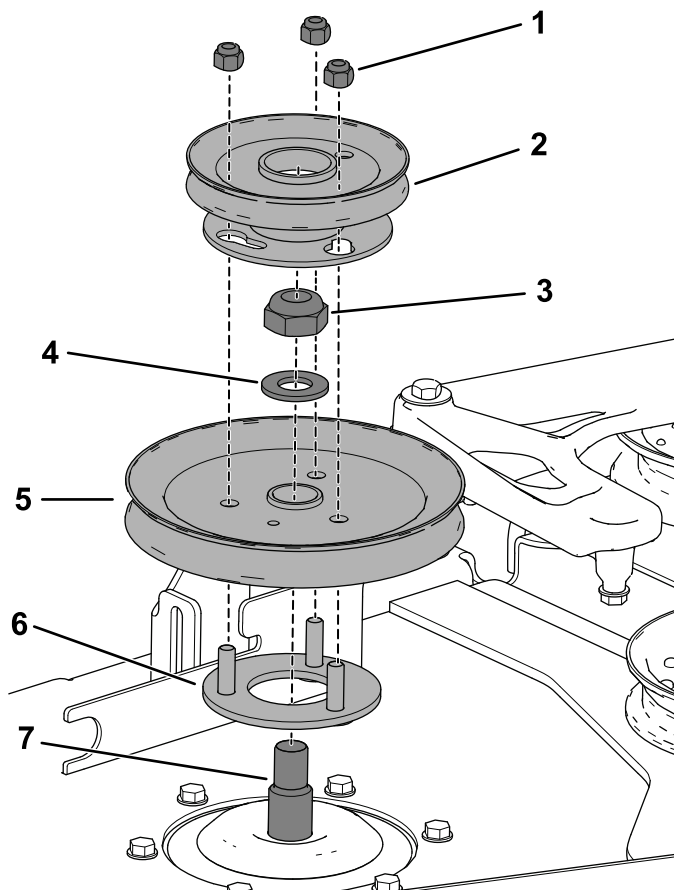

Figure 29
- A. Insérez les goujons filetés du support de poulie dans les trous de la poulie de plateau (Figure 29).
- B. Fixez la poulie de plateau à l'axe de pivot à l'aide du contre-écrou (3/4") et de la rondelle que vous avez mis de côté auparavant (Figure 29).
- D. Posez la poulie de ventilateur sur les goujons filetés et vissez légèrement le contre-écrou dessus (Figure 29).